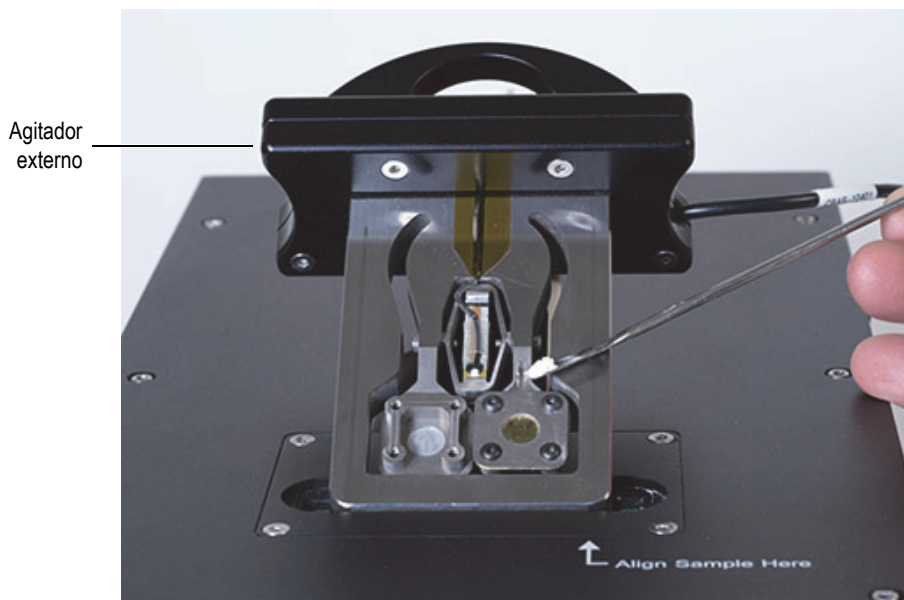

Figura 3-14 Carga de muestra
2. Introduzca el portamuestras en el agitador externo y cargue de forma gradual una pequeña cantidad de material (lo suficiente para llenar el vacío que forma el separador) en el montaje de celda del lado A (ver Figura 3-14 en la página 59). Este material debe presentarse en aproximadamente 50 mg de polvo molido grueso (de 100 μm a 150 μm).